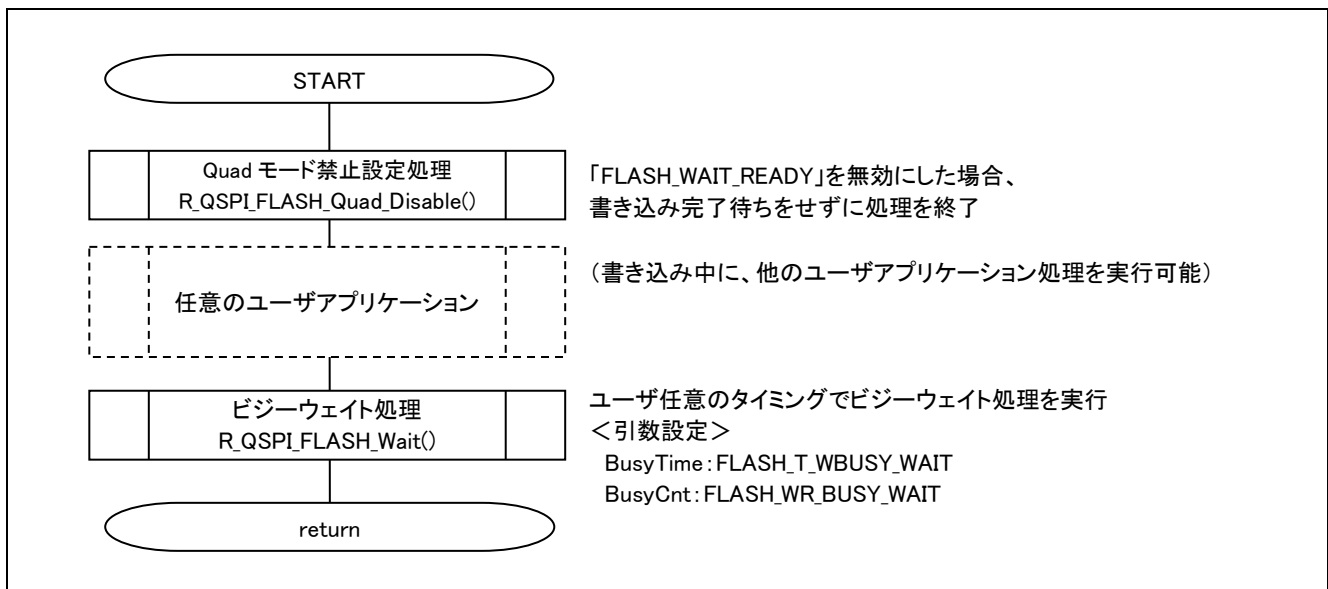

図 5-19 R_QSPI_FLASH_Wait()を使用した Quad モード禁止設定完了待ち方法
| 説明 | <ul style="list-style-type: none"> ・ステータスレジスタの Quad Enable (QE) bit を 0 に設定し、Quad モードをキャンセルします。 ・処理終了後、ステータスレジスタを読み出して、QE bit を確認してください。 ・Quad Enable (QE) bit は、Non-volatile bit です。一度 Quad モードに設定した後、Quad モードを禁止にする場合、本関数を実行してください。 ・書き込み完了待ちの方法は二種類あります。以降にその方法を示します。なお、次の処理（書き込み／読み出し／消去等）は、書き込み完了を確認した後、実行してください。 <ul style="list-style-type: none"> <本ユーザ API で完了待ちを行う場合> r_qspi_flash_mx25l.h の「FLASH_WAIT_READY」を有効にしてください。 <本ユーザ API で完了待ちを行わない場合> r_qspi_flash_mx25l.h の「FLASH_WAIT_READY」を無効にし、本ユーザ API の処理が完了した後、R_QSPI_FLASH_Wait()をコールしてください。この処理方法では、ユーザの任意のタイミングで書き込み完了待ちを確認することができません。使用方法は図 5-19 を参照してください。 |